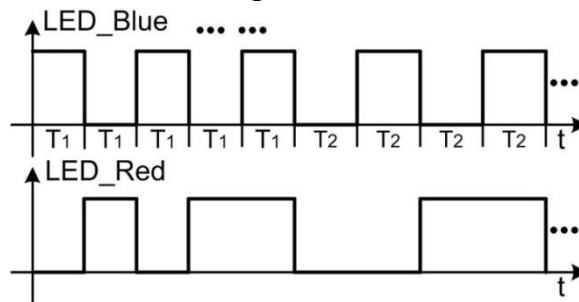

Рис. 1.23. Алгоритм засвічування синього та червоного світлодіодів
1. Реалізувати проект, в якому засвічуються синій та червоний світлодіоди RGB LED стенду PSoC 6 BLE PIONEER KIT. Алгоритм їх засвічування зображений на рис. 1.23. Значення періодів $T_1=0.75$ сек, $T_2=1.25$ сек.